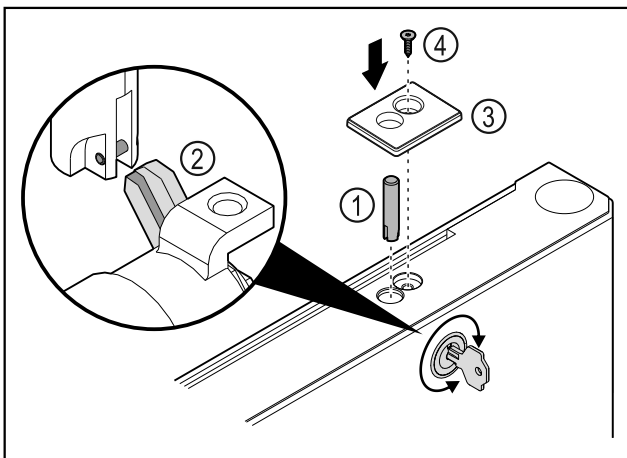

Fig. 42
- Поставете болта на ключалката Fig. 42 (1).
- Завъртете леко ключалката, за да може болтът на ключалката Fig. 42 (2) да се фиксира в прореза на ключалката.
- Поставете капак Fig. 42 (3).
- Поставете винта Fig. 42 (4).